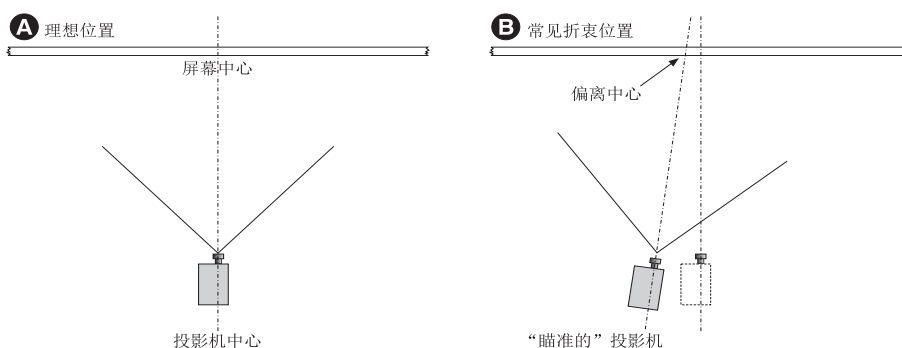

图 2-1 放置数字电影放映机
1. 将数字电影放映机置于适当的投影距离（数字电影放映机到屏幕的距离）和垂直位置。最好是将数字电影放映机安置在影院屏幕的中心。如果已有胶片数字电影放映机占据了空间，可使数字电影放映机略微偏离中心，如图 2-1 所示。这将稍微增加侧面的梯形失真，但会最大程度地降低所需的水平镜头偏移量。